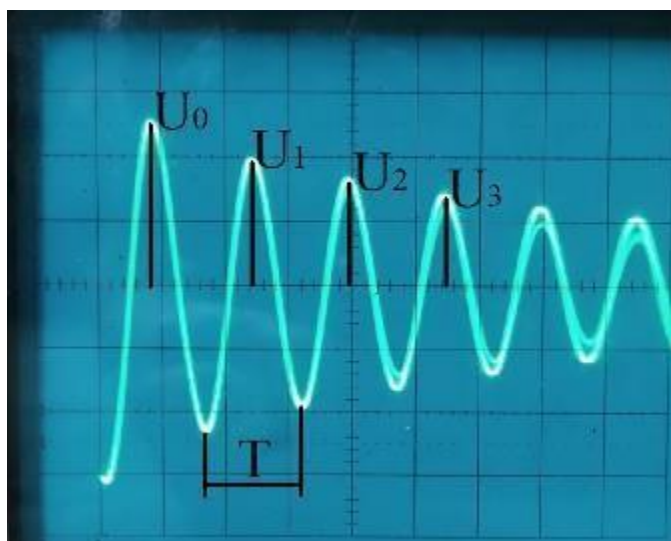

Рисунок 5.2 – Осциллограмма колебательного контура
3. Включить генератор переменных сигналов, выбрать прямоугольный сигнал частотой 1 кГц. Подключить осциллограф, выставить ручку вертикальной развертки 1 В/дел, горизонтальной – 50 мкс/дел и регулировкой ручки подстройки добиться на экране картины, соответствующей рис. 5.2.